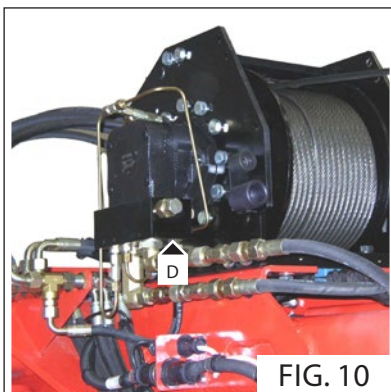
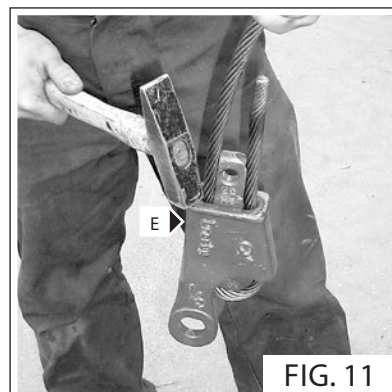

FIG. 10
FIG. 11
- Inserire la fune nel ferma cavo (Fig. 10 - Rif. D) e bloccarla correttamente dando alcuni colpi di martello in entrambi i lati dell'insieme (Fig. 11 - Rif. E).
- Insert the rope in the cable clamp (Fig. 10 - Ref. D) and block it properly by tapping with a hammer on both sides of the assembly (Fig. 11 - Ref. E).
- Steek de kabel in de kabelblokkering (Fig.10 - Ref.D) en blokkeer hem op correcte wijze door een paar keer met een hamer op beide kanten van het geheel te kloppen (Fig.11 - Ref.E).